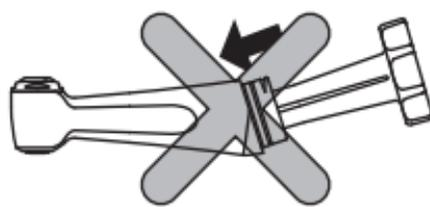

Fig. A-2
- Asegúrese de insertar la llave en el cabezal de la pieza de mano. No inserte la llave en el ángulo mostrado en la Fig. A-2.